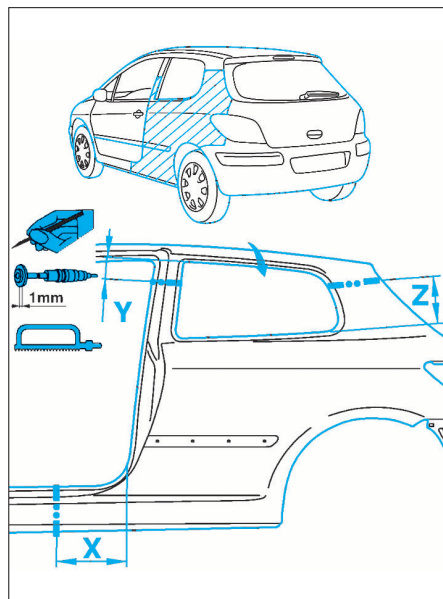

FIG. 114
- Tracer, découper et percer l'aile arrière selon (Fig.114 à 117).